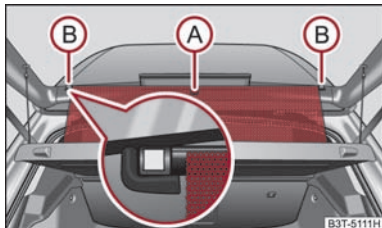

Abb. 62 Sonnenschutzrollo ausrollen
- Ziehen Sie das Sonnenschutzrollo am Griff (A) ⇒ Abb. 62 heraus und hängen Sie es in die magnetischen Halter (B).